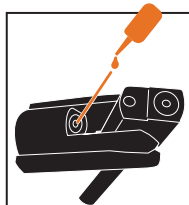
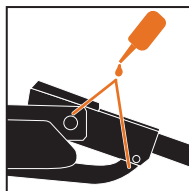

ilustración 8
ilustración 9
2. Abra el cañón ligeramente (sin halar el cañón hasta el punto que se amartille), quitar el cargador, y mire la recámara para ver sí el rifle de aire comprimido está atascado (ver la **ilustración 8**) **NUNCA MIRE LA BOCA DEL CAÑÓN.**
PARTES FUNCIONALES: Las partes funcionales (pistón y muelle principal) requieren muy poca lubricación. Dos (2) gotas de Lubricante RWS Cámara de Aire (RWS Air Chamber Lube) cada 1000 disparos serán suficientes. Se aplica fácilmente a través del Puerto de la cámara de compresión con una aguja aplicadora de 3 ½" (vea la **ilustración 8**). La superficie de las capas de rodamiento en la bisagra del cañón, arma cargada y el mecanismo del gatillo deben de estar lubricados con Aceite RWS de Resortes y Cilindro (RWS Spring Cylinder Oil) (vea la **ilustración 9 & 10**). Recuerde, un poco es bueno-mucho no es mejor.